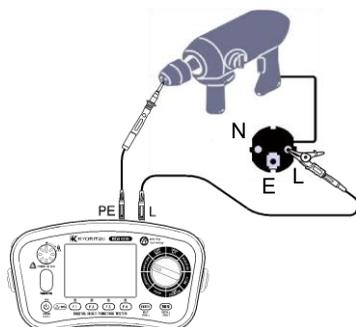

Fig.9-8
(2) Faire les connexions comme le montrent les Fig. 9-8 et 9-9 pour vérifier l'isolation.